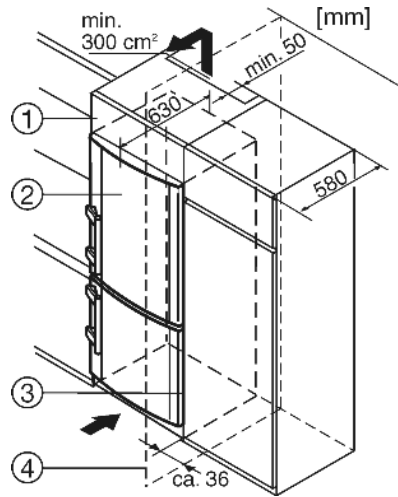

Fig. 12
(2) Устройство
(4) Стенка
Устройство может быть окружено предметами кухонной обстановки. Чтобы уравнять устройство Fig. 12 (2) по высоте с кухонной стенкой, можно установить над устройством соответствующий дополнительный шкафчик Fig. 12 (1).
При комбинировании с обычными кухонными шкафами (глубина макс. 580 мм) устройство можно установить непосредственно рядом с кухонным шкафом Fig. 12 (3). Дверца устройства выступает по сторонам на 34 мм и по центру устройства на 50 мм относительно передней стенки кухонного шкафа. Поэтому ее можно свободно открывать и закрывать. Важно для вентиляции:
Если устройство установлено на шарнирах у стены Fig. 12 (4), то расстояние между устройством и стеной должно быть не менее 36 мм. Настолько выступает ручка при открытой дверце.